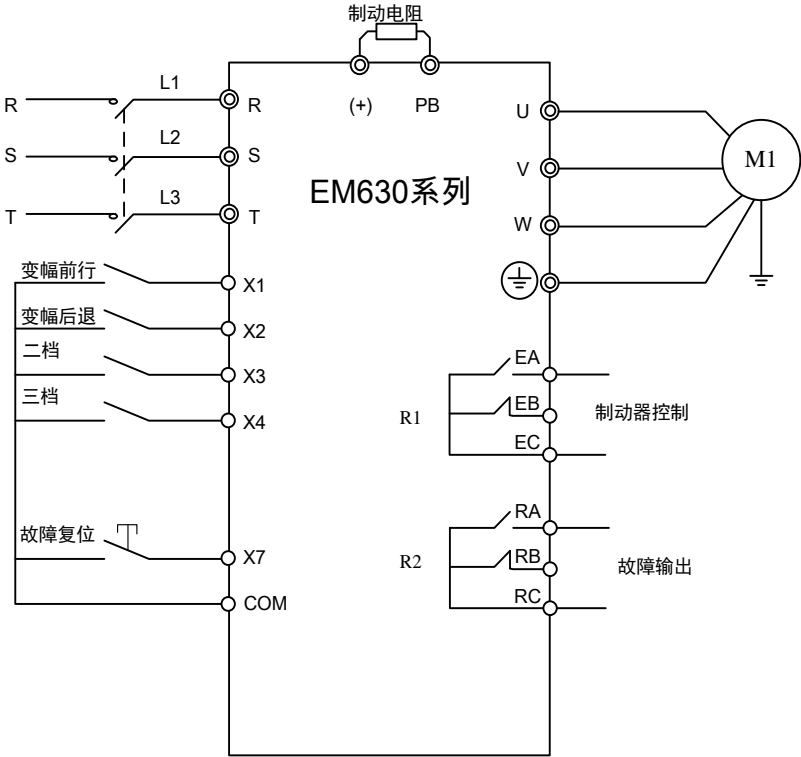

图 13-4 EM630 塔式起重机变幅应用接线示意图
2、EM630 系列变频器 F20.00=2 选择塔式起重机变幅宏后，Xi 端子、R1、R2 按图 13-4 配置功能。